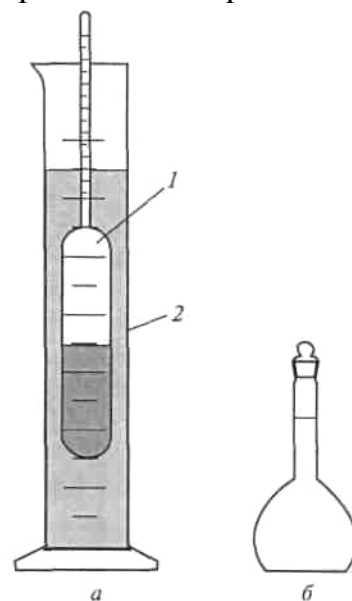

Рис. 37. Приборы для определения плотности: а) – ареометр; б) – пикнометр;
Определение плотности жидкости ареометром. Для определения плотности жидкости с помощью ареометра (1) исследуемую жидкость налейте в высокий узкий цилиндр (2) (рис. 37, а). Осторожно погрузите в жидкость ареометр. Не отпускайте ареометр сразу, он может удариться о дно цилиндра и разбиться. Размер цилиндра выберите в соответствии с размером ареометра. Ареометр должен плавать, не касаясь стенок цилиндра, часть шкалы должна быть погружена в жидкость. Если ареометр тонет или шкала ареометра находится выше уровня жидкости, то смените ареометр с другим диапазоном измерений. Отсчитайте по шкале значение плотности, деления на шкале при этом должны находиться на уровне глаз.
Для более точного определения плотности используют пикнометры, выполненные, в частности, в виде маленьких мерных колб емкостью несколько миллилитров с узким горлом, взвешивание выполняют на аналитических весах при известной температуре (рис. 37, б). Вместо пикнометра можно использовать мерную колбу. С помощью пикнометра можно определить также и плотность твердого вещества.